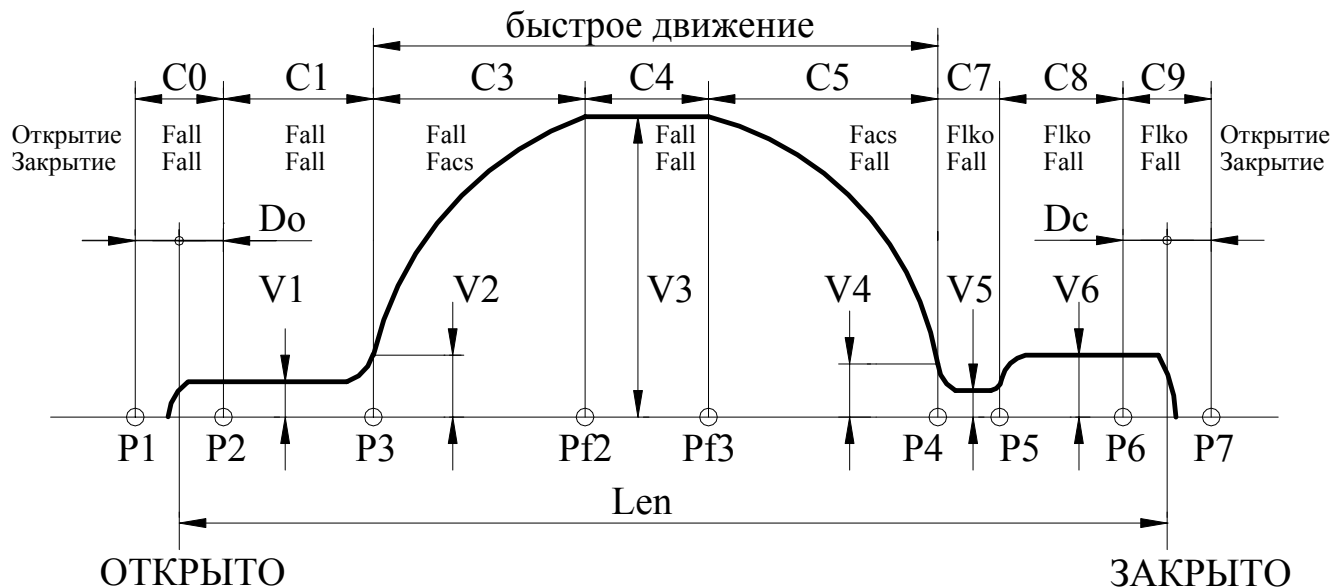

Рис.6. Траектория движения.
3.7.3.3. Если проем был уже промерен, то после синхронизации на 0, *Устройство* начинает двигаться по траектории, показанной на **рис.6**.
3.7.7.4. *Устройство* отрабатывает траекторию движения, показанную на **рис.6**, справа налево.
3.7.7.7. При **полном открытии**, когда *Устройство* определило наличие упора в зоне С0 (см. **рис.6**), замыкается СК ВКО. После этого *Устройство* переходит в режим одностороннего удержания.
3.7.8.4. *Устройство* отрабатывает траекторию движения, показанную на **рис.6**, слева направо.
3.7.8.7. При **полном закрытии**, когда *Устройство* определило наличие упора в зоне С9 (см. **рис.6**), замыкается СК ВКЗ. После этого *Устройство* переходит в режим одностороннего удержания.
- **E0L** – переезд зоны полного открытия (**C0, рис.6**) или полного закрытия (**C9, рис.6**). *Синхронизация* в этом случае выключается. Ошибка сбрасывается при смене кода направления вращения, но затем необходимо провести *синхронизацию* заново. При повторном неоднократном возникновении данной ошибки нужно провести **измерение проема**, если затем эта ошибка все равно будет возникать, необходимо проверить механику привода.
3.8.1. Рис.6, на котором показана траектория движения, отслеживаемая *Устройством*, поясняет назначение многих параметров, рассмотренных ниже. На рис.6 отображено также распределение сил на участках траектории отдельно при открытии и при закрытии (при переходе в режим удержания устанавливается соответствующая сила удержания).